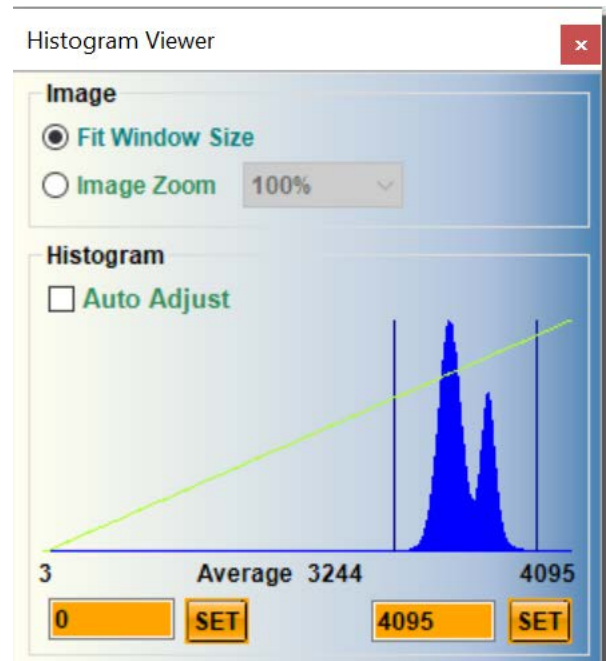

図 20 手動でのコントラスト調整
2. ヒストグラムの左端から右端をマウスでドラッグする (図 20、縦線)。あるいは、左下と右下のボックスにヒストグラム端の輝度値を入力して Set をクリックする (図 20)。